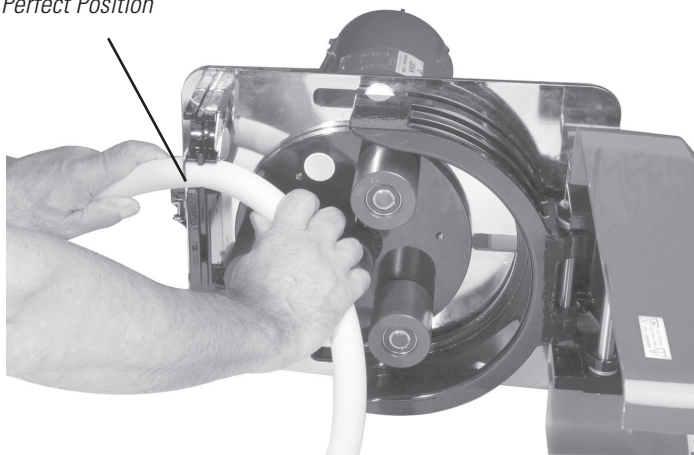
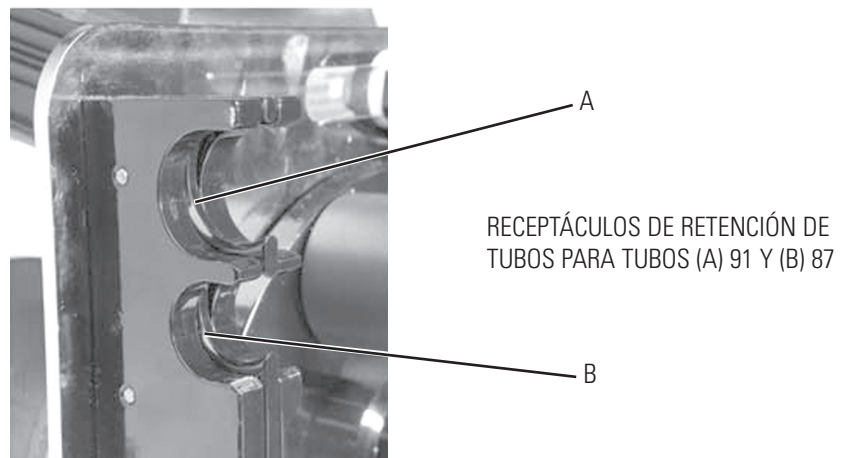

Figura 2-8. Receptáculos de retención de tubos
Figura 2-10. Receptáculos de retención de tubos
3. Inserte el tubo en el receptáculo de retención de tubo superior apropiado (ver Figura 2-10). Alinee las marcas de colocación “*PerfectPosition*” impresas en el tubo con el borde exterior de la unidad de retención (ver Figura 2-8).